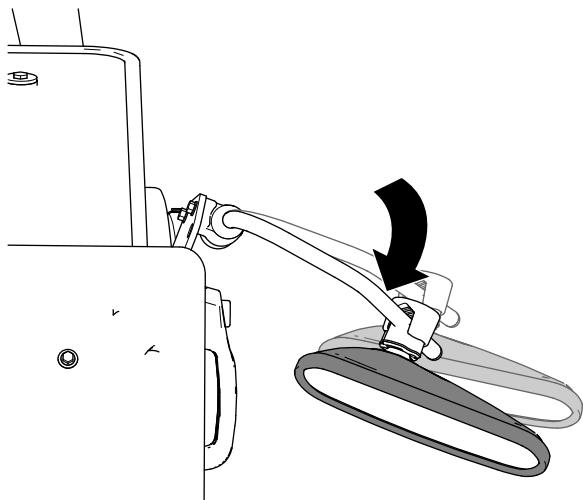

Figure 7
2. Pour régler la position du rétroviseur et du bras de support, tournez le bras vers la cabine ou dans la direction opposée (Figure 7).